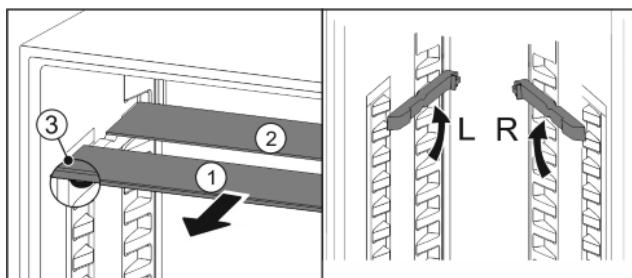

Fig. 19
- Издърпайте Fig. 19 (1) поотделно стъклените площи напред.
- Стъклената плоча Fig. 19 (1) с ограничителя на изтеглянето е отпред.
▷ Ограничелите сочат надолу Fig. 19 (3).